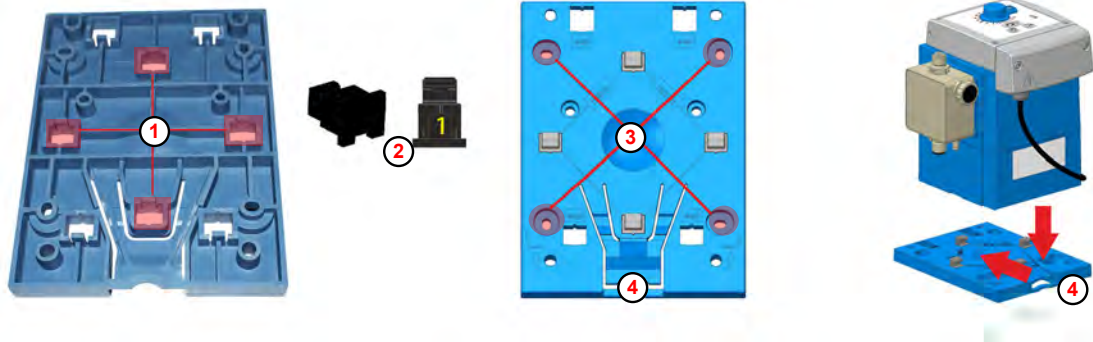

Abb. 4: Vorbereitungen zur Tischmontage
Auf der Unterseite der Montageplatte sind die Öffnungen für die Tischmontage ( Abb. 4 , ① ) mit der Ziffer 1 gekennzeichnet.